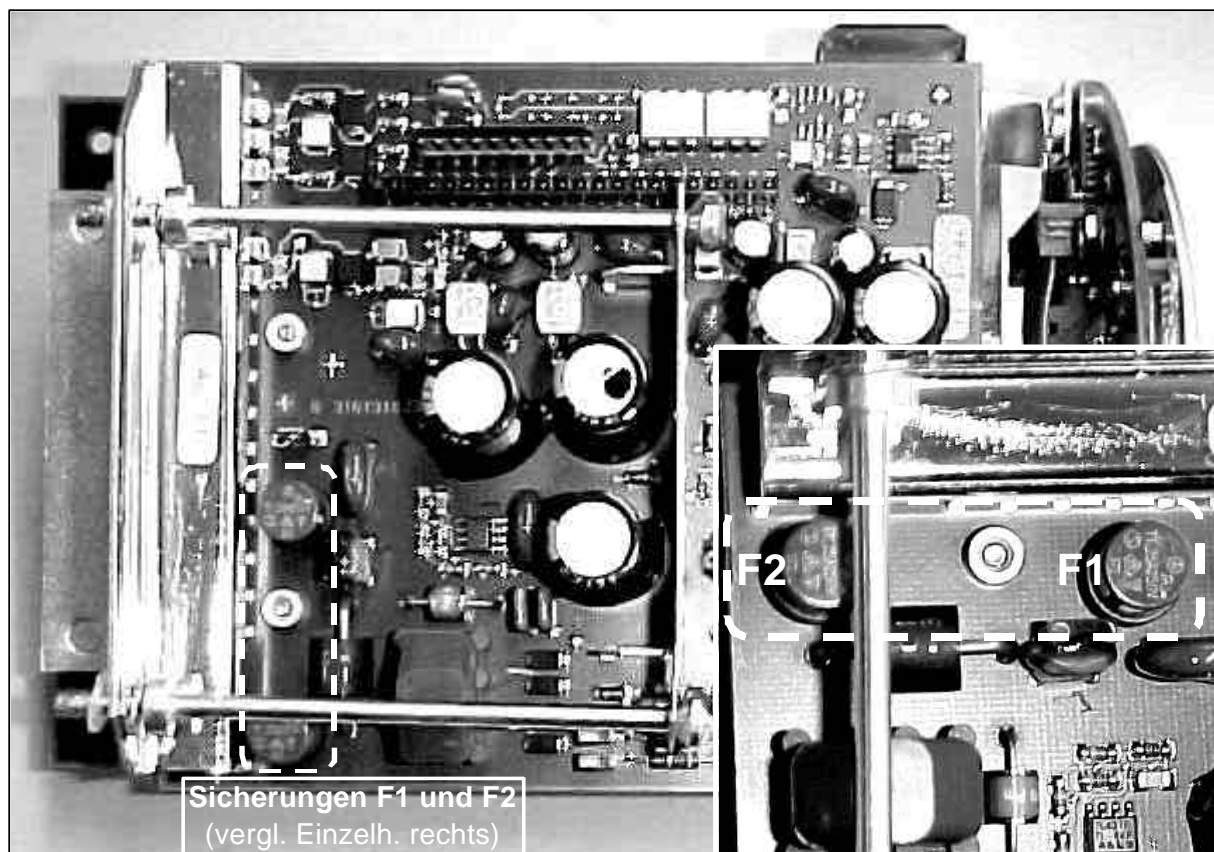

Abbildung 12: Elektronikeinheit IFC 090-EEx mit 24 Vac/dc Hilfsenergie.
5. Nun können die defekten Hilfsenergie-Sicherungen F1 und/oder F2 (siehe Abbildung 12 auf der nächsten Seite) ersetzt werden. Bei der Ausführung mit 24 Vac/dc Hilfsenergie werden zwei Kleinstsicherungen Typ TR 5 verwendet, die mit **T1,25A** gemäß IEC 127-3 bemessen sind (Teilenummer **5.09080.00.00**).